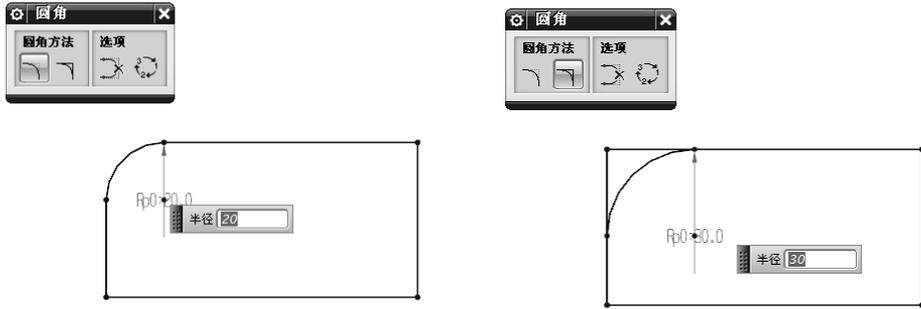

图 2-52 圆角
(1) 圆角 ：在二或三条曲线之间创建圆角。圆角方法分为修剪和取消修剪两种方式，分别表示对曲线进行修剪或延伸，不对曲线进行修剪也不延伸。选项分为删除第三条曲线和创建备选圆角两种方式，分别表示删除与该圆角相切的第三条曲线，对倒圆角存在的多种状态进行变换，如图 2-52 所示。